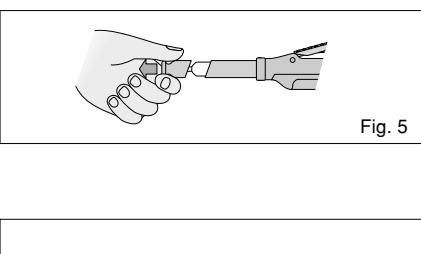

Fig. 6
- 2) Le grip peut être déplacé avant ou après la distribution du matériau. (Fig. 6)
- El agarre para el dedo puede moverse hacia delante o hacia atrás para cambiar la cantidad de material a obtener. (Fig. 6)